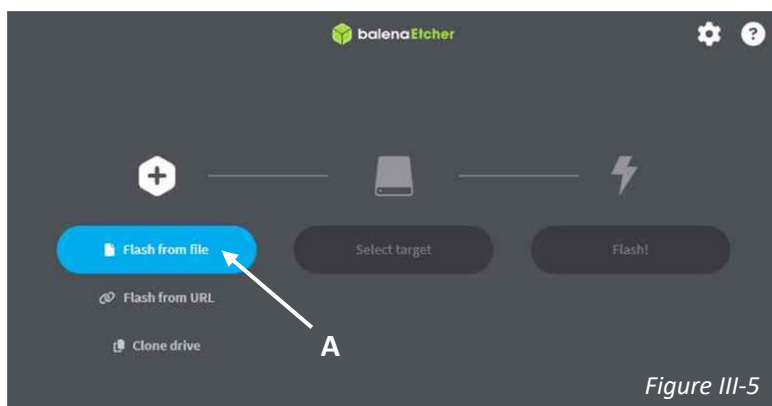

Figure III-5
- **Étape 1 de 3** : ouvrir le logiciel balenaEtcher précédemment installé. La fenêtre d'accueil visible ci-contre en figure III-5 est alors présentée.
- Sélectionnez le fichier image à copier en appuyant sur le bouton « **Flash from file** » (A sur figure III-5).